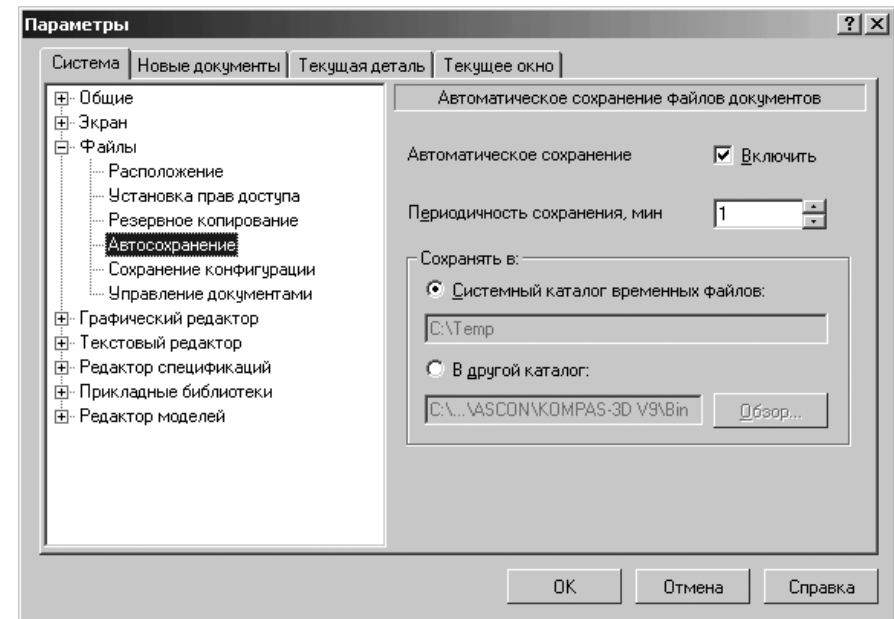

Рис. 9.13. Диалоговое окно **Параметры** с открытой вкладкой **Система** и открытой панелью **Автоматическое сохранение файлов документов**
- щелкните по пункту **Автосохранение**. Откроется в правой части диалогового окна панель **Автоматическое сохранение файлов документов** (рис. 9.13);